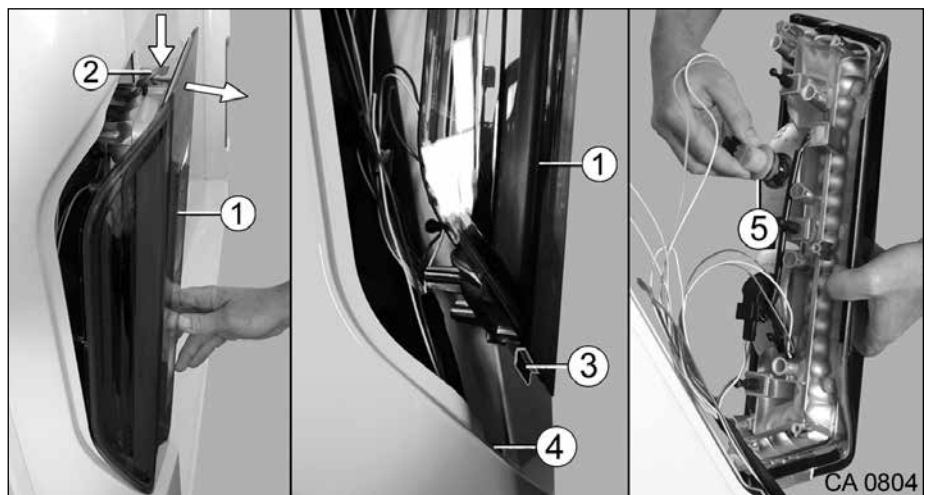

Fig. 165 Remplacement de l'ampoule sur le support de feu arrière
- Si, lors du changement d'ampoule sur le support de feu arrière (Fig. 165, pos. 1) on travaille avec un outil non approprié ou si le câble est trop sollicité, il y a risque de détérioration.
- Ne pas laisser pendre le support de feu arrière (Fig. 165, pos. 1) par les câbles !
1. Tirer le support de feu arrière (Fig. 165, pos. 1) en haut en dehors jusqu'à ce que le clip de fixation (Fig. 165, pos. 2) soit visible.
2. Pousser le clip de fixation (Fig. 165, pos. 2) vers le bas et tirer le support de feu arrière (Fig. 165, pos. 1).
3. Soulever le support de feu arrière (Fig. 165, pos. 1) et retirer l'entretoise (Fig. 165, pos. 3) hors de l'évidement (Fig. 165, pos. 4).
4. Enlever prudemment le support de feu arrière (Fig. 165, pos. 1), le tenir et le déposer dans un endroit approprié.
5. Tirer le culot de lampe (Fig. 165, pos. 5) enfiché en dehors et remplacer l'ampoule défectueuse.